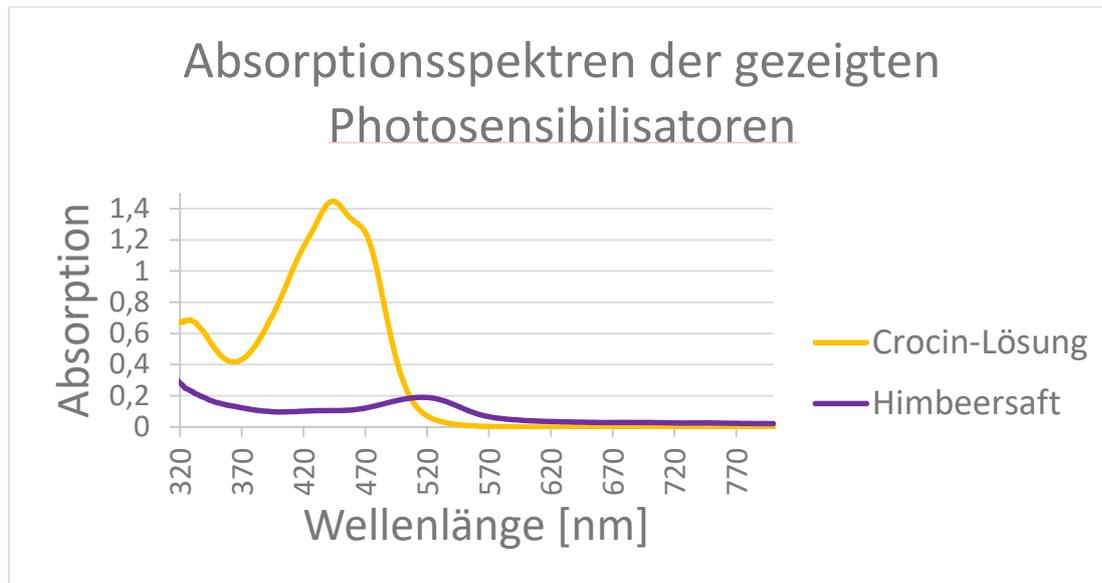

Abb.4
- 2) In Abb.4 sehen Sie die Absorptionsspektren von Himbeersaft und Crocin-Lösung. Erläutern Sie, in welchen Bereichen des sichtbaren Lichts die Umwandlung von Lichtenergie in elektrische Energie am erfolgreichsten sein sollten.